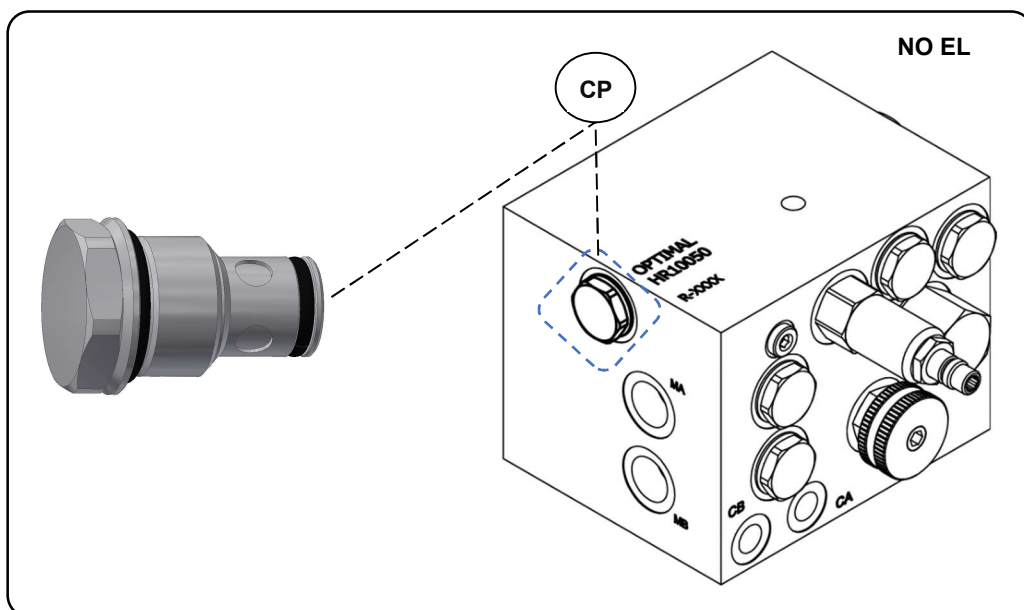

Bild.15
Redskapsbärarens 3:e (PA & PB) samt 4:e funktion (CA & CB -sväng) används för att styra sopvalsen. **NO EL** – kavitation plugg (CP), monterad i ventilen - se Bild.15.